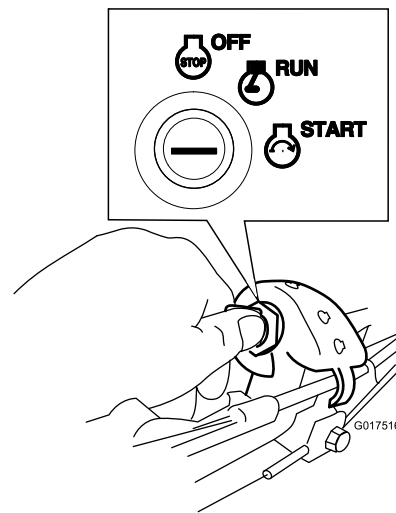

Figura 18
- **Chave da ignição:** Rode e mantenha a chave na posição para arranque (Figura 18); quando o motor arrancar, liberte a chave.
1. Rode a chave da ignição para a posição FUNCIONAMENTO (Figura 18).